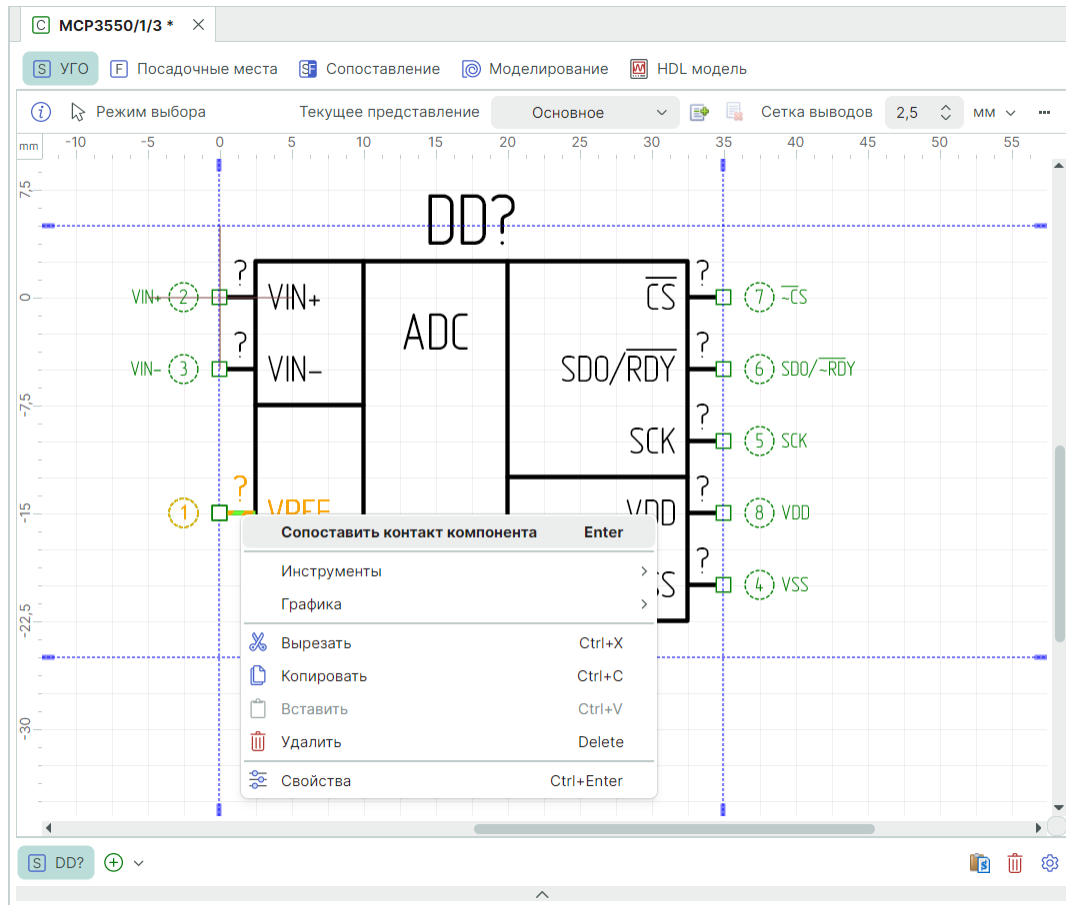

Рис. 274 Сопоставление вывода через контекстное меню
2. В контекстном меню выберите «Сопоставить контакт компонента», см. Рис. 274.